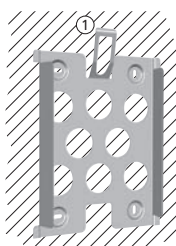

Abbildung 22
- De montageplaat moet vlak aanliggen op het montagevlak, de plaatstroken aan de zijkant moeten naar voren wijzen (Afbeelding 22).
- Montageplaat verticaal monteren met borgplaat ① boven (Afbeelding 22).